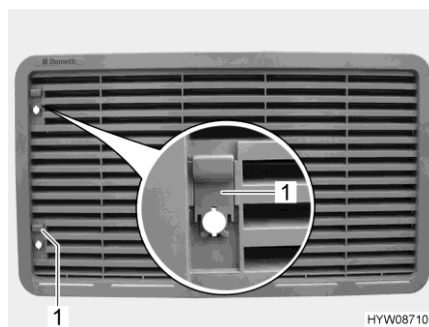

Fig. 184 Grille d'aération du réfrigérateur
- Pousser le curseur (Fig. 184,1) vers le haut.